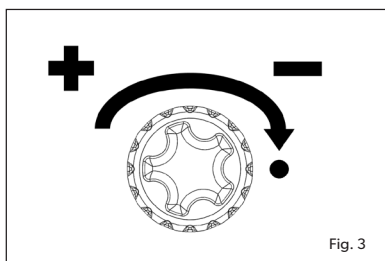

Fig. 3
- Drei kontrollknappen på Dual Power Pak mot urviseren for å øke gasstilførselen (Fig.3).